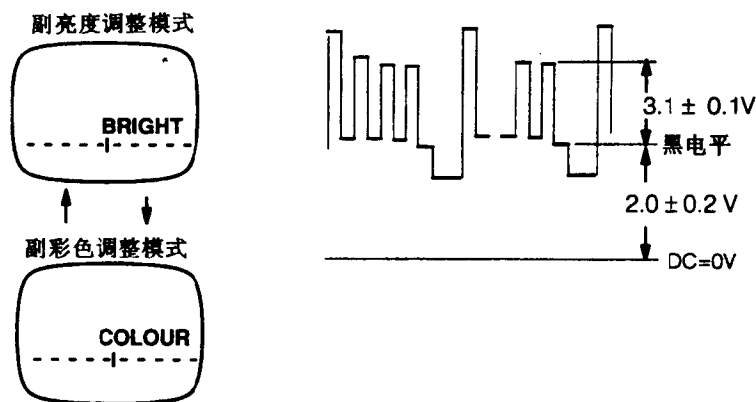

图 1.3.7
①接收一个 PAL 彩条图形。
②在 E32 (G-输出) 的管脚 3 上接上一个示波器。
③在 TPE 和 TP10 之间接上一条短导线。
- ④把彩色、对比度和亮度调到正常。
- ⑤拨动维修开关 (S1101)，然后按下功能钮 S1103，选择副亮度调整模式。
- ⑥按图 1.3.7 所示调整副亮度，用音量“升”或“降”调整： $2.0 \pm 0.2V$ 。
- ⑦按下 S1103 (功能钮) 选择副颜色调整模式。
- ⑧按图 1.3.7 所示按下音量“升”或“降”钮调整彩色副亮度： $3.1 \pm 0.1V$ 。